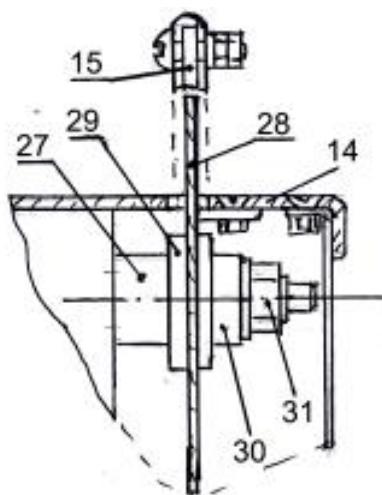

Рис. 7
- Застопорив деревянным брусом строгальный вал, открутить гайку (31) крепления шайб и втулок на конце вала (Рис.7);
- Установить на вал втулку (27), пильный диск (28) между шайбами пилы (29), одеть конечную втулку (30), шайбу на диаметр $\varnothing 20$ и зажать гайку крепления (31) на конце вала;